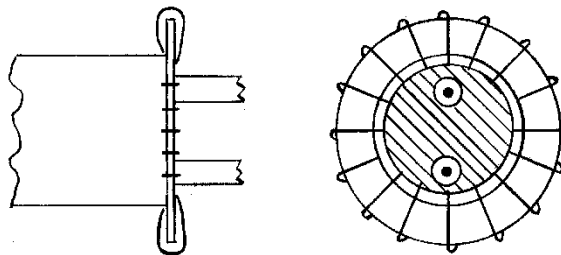

Bild 2 Skärmflätans anslutning till bricka
5. Trä skärmen runt brickan (5). Jämna till skärmtrådskanterna genom att klippa ändarna något så att slutresultatet liknar bild 2.